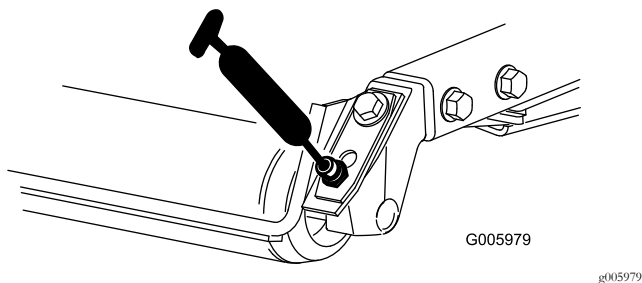

図 37
- 図 37 に示す、後ローラのベアリングデッキ1台に2ヶ所